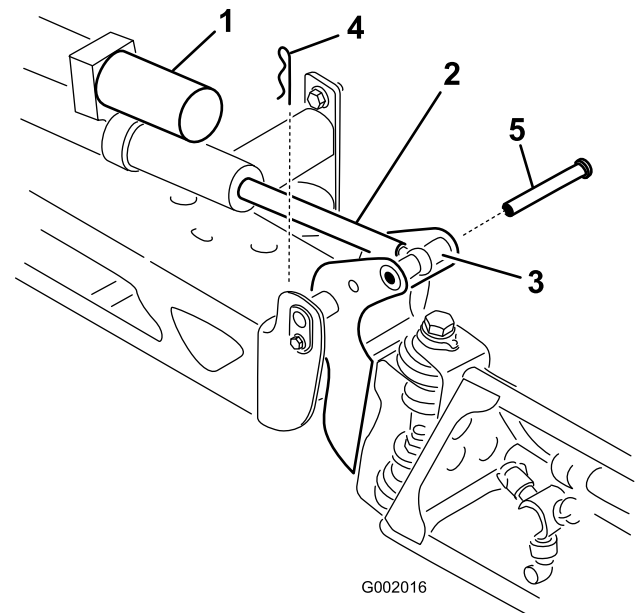

Bild 43
2. Nehmen Sie den Splint vom Lagerbolzen ab (Bild 43).
3. Heben Sie den Ausleger an und nehmen Sie den Stift ab (Bild 43). Senken Sie den Ausleger langsam auf den Boden ab.
fest und stecken Sie den Stift durch das Scharnier des Auslegers und die Aktuatorstange (Bild 43).